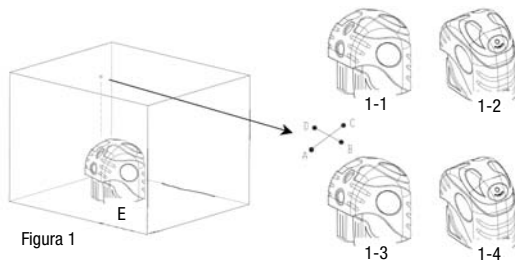

Figura 1
1. Como se muestra en la figura 1, coloque la unidad sobre el suelo en la dirección que se muestra en la figura 1-1.